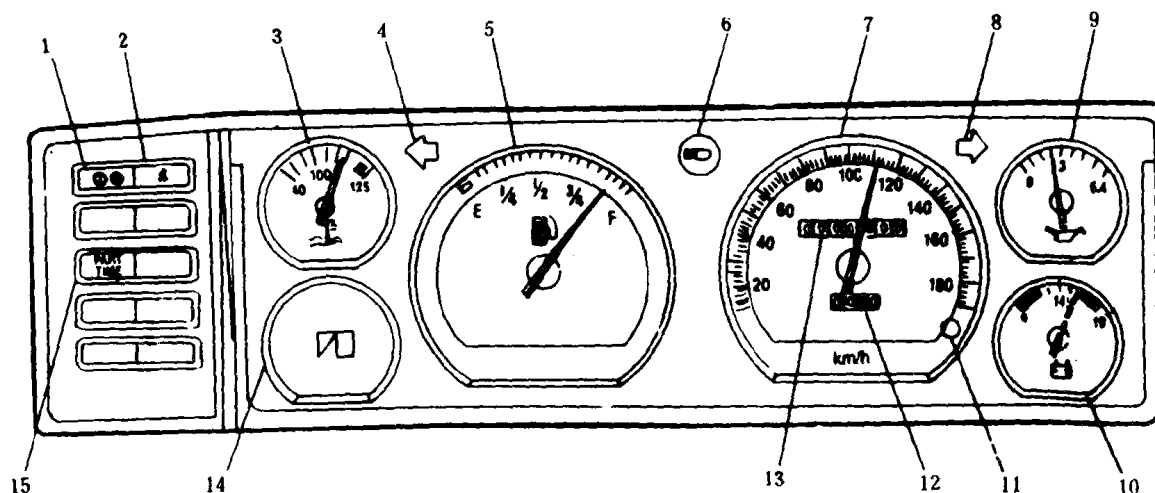

图 1-11 组合仪表
装有各种指示仪表的组合仪表如图 1-11 所示。
该温度表(图 1-11 中之 3)指示发动机冷却液的温度,若指针落在表盘红区,表明发动机过热。
该压力表(图 1-11 中之 9)指示发动机主油道中润滑油的压力。车辆在行驶中润滑油压力应为 138~414kPa,发动机怠速时机油压力应为 90kPa。
该表(图 1-11 中之 7)指示车辆行驶速度。
里程表(图 1-11 中之 13)记录车辆行驶的累计里程。
该表记录某一期间车辆行驶的里程,按下按钮 11(图 1-11),数据重新由零开始。
电压表(图 1-11 中之 10)指示充电电压(发动机运转时)或蓄电池电压(接通点火线路但发动机还未起动时),电压的正常工作范围应为 11~15V。
燃油表(图 1-11 中之 5)指示燃油箱中燃油的储油量(相对数值)。
1. 低燃油报警灯(图 1-11 中之 14)
2. 制动报警灯(图 1-11 中之 1)
3. 安全带指示灯(图 1-11 中之 2)
4. 四轮驱动指示灯(图 1-11 中之 15)
5. 远光指示灯(图 1-11 中之 6)
6. 左、右转向信号指示灯(图 1-11 中之 4 和 8)